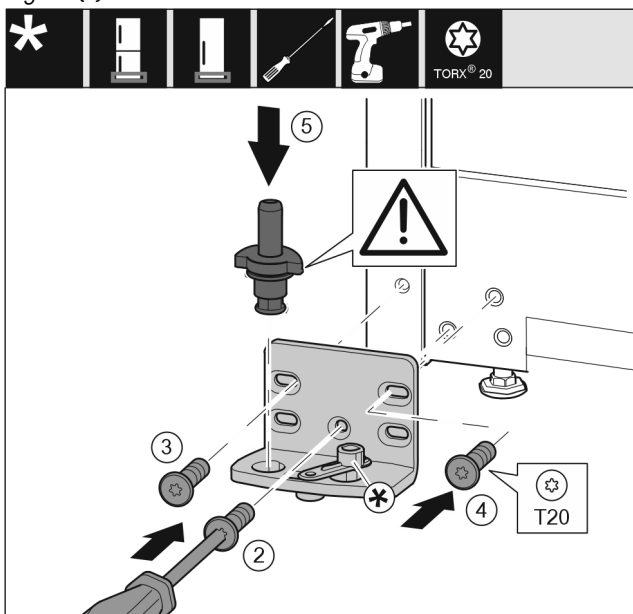

Fig. 13
- Applicare il blocco di supporto sull'altro lato e avvitare con un cacciavite T20. Iniziare dalla vite 2 in basso al centro. Fig. 13 (2)
- Serrare la vite 3 e 4. Fig. 13 (3,4)
- Inserire completamente il perno di supporto. Fare attenzione che la camma di arresto sia rivolta verso il lato posteriore. Fig. 13 (5)